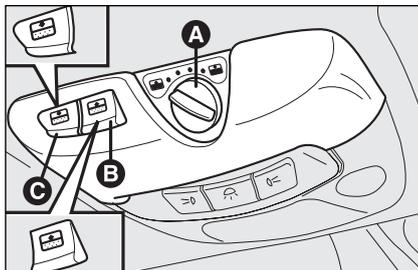

fig. 81
Les lamelles et le rideau pare-soleil ouverts (poignée **A**-fig. 81 sur le quatrième dé clic), la fermeture des lamelles n'influence pas la position du rideau.
Pour ouvrir le rideau pare-soleil appuyer sur le bouton **C**-fig. 81.
Pour fermer le rideau pare-soleil appuyer sur le bouton **B**-fig. 81.
**ATTENTION** En tournant la clé de contact sur **STOP** après avoir actionné les boutons **B**-fig. 81 ou **C**, on obtient l'achèvement du mouvement sélectionné.
- placer la poignée **A-fig. 81** sur "0" (tout fermé);
Dans ces cas, il est possible d'inhiber le dispositif en fermant le toit ouvrant (d'ici 5 secondes depuis l'intervention du dispositif), en tournant la poignée **A-fig. 81** en position **0** et simultanément en la gardant appuyée vers le haut jusqu'à la fermeture effectuée.